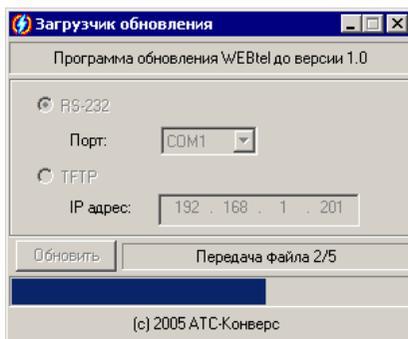

Рисунок 34 – Отображение процесса обновления ПО адаптера
10.5.5 Кратковременно нажмите кнопку «СБРОС» на передней панели адаптера, при этом должен начаться процесс передачи данных в адаптер, в статусной строке отображается количество переданных файлов (рисунок 34).